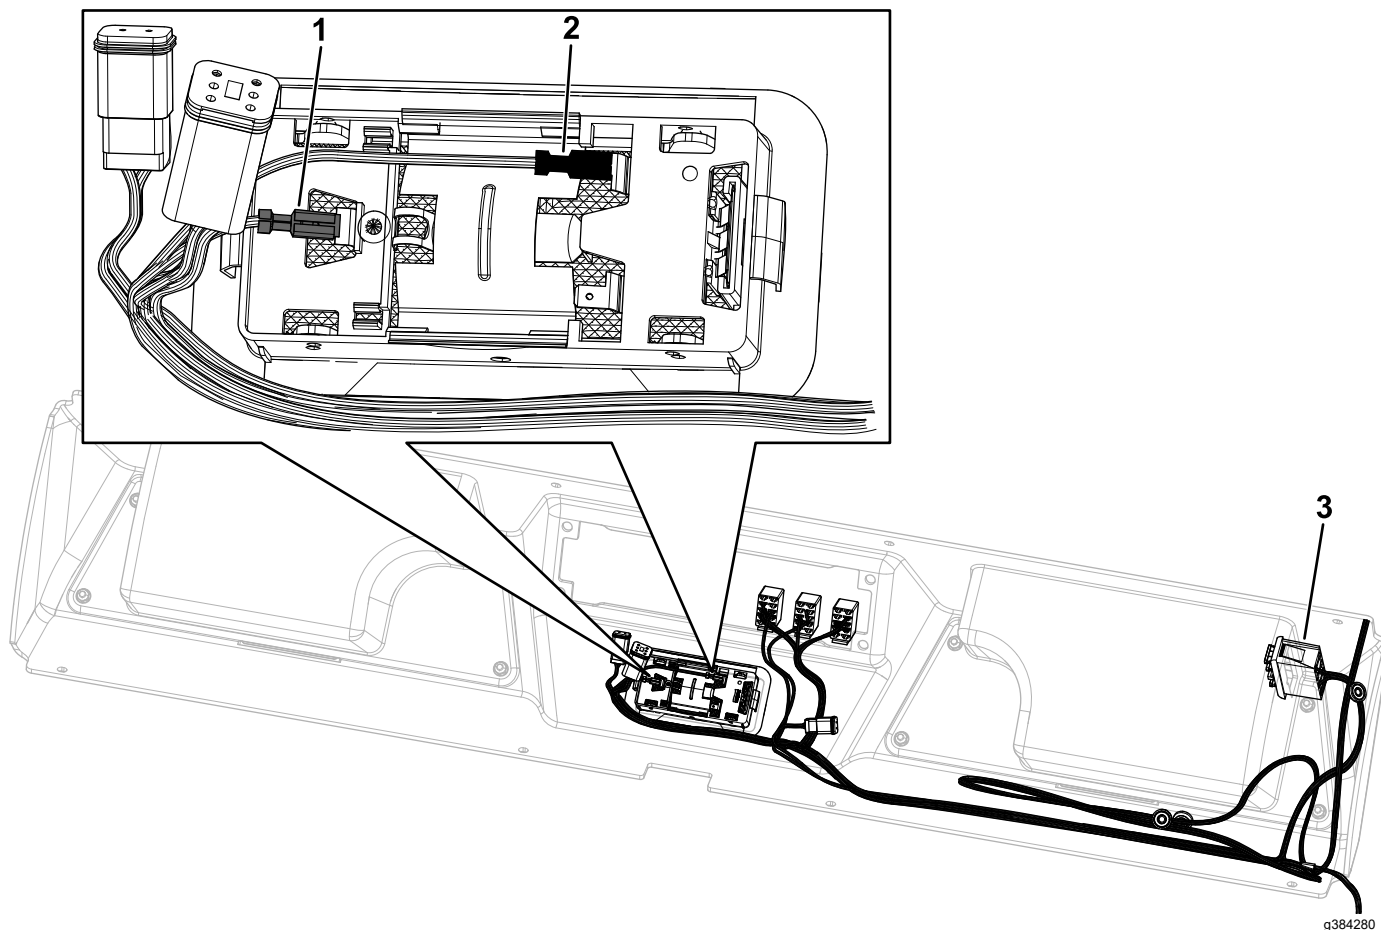

Рисунок 4
2. Проложите жгут проводов через верхнее левое отверстие в потолочной консоли, как показано на Рисунок 4.
3. Подсоедините плафон внутреннего освещения к разъемам на жгуте проводов (Рисунок 4).
Убедитесь в том, что вы подсоединили провода к плафону так, как показано на Рисунок 4.